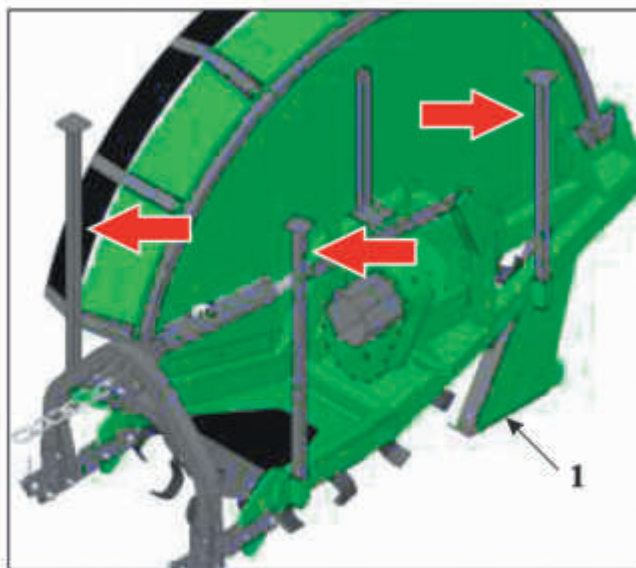

Fig.14
13. Arrestare il motore del trattore, azionare il freno di stazionamento, estrarre la chiave di accensione e scendere dal trattore. Sfilare i piedi di stazionamento estraendo la spina di sicurezza e riporli capovolti nel proprio alloggiamento come mostrato in fig.14; inserire l'apposita coppia di sicurezza.
14. Salire sul trattore, mettere in moto e azionare i bracci del sollevatore per abbassare il - SV - fino a quando il tallone posteriore (n°1 fig.14) poggi sul terreno.
13. Shut off the tractor engine, engage the parking brake, remove the ignition key and climb down from the tractor. Remove the support feet by taking off the safety pin and place them back into their housing, as shown in fig. 14; insert the specific safety cotter pin.
14. Climb on the tractor, start it up, and use the lift arms to lower the - SV - until the back part, known as bucket, (no. 1 fig. 14) touches the ground.
13. Den Motor des Traktors stoppen, die Handbremse ziehen, den Zündschlüssel abziehen und vom Traktor steigen. Die Stützfüße durch Herausziehen des Sicherheitsbolzens entfernen und sie in ihrem Fach verstauen, siehe Abb. 14; den entsprechenden Sicherheitsbolzen einfügen.
14. Auf den Traktor steigen, starten und die Hubarme aktivieren, um die - SV - anzuheben, bis die hintere Ferse (Nr. 1 Abb. 14) auf dem Boden aufliegt.